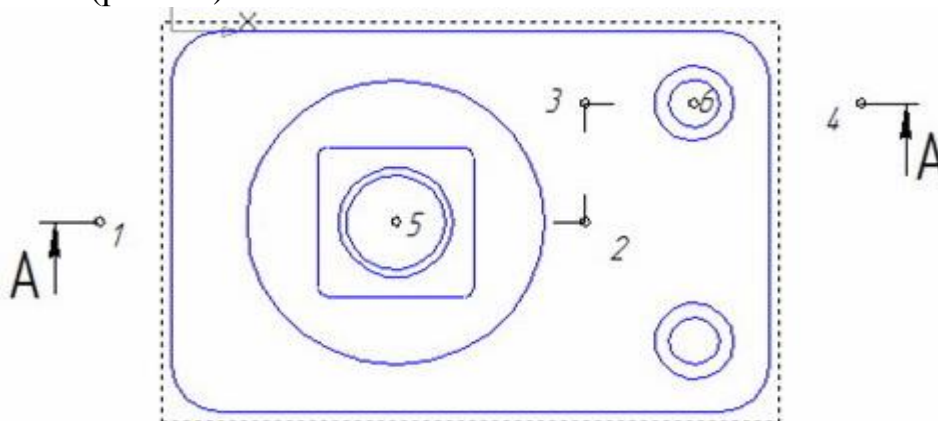

Рис. 50. Начертание линии разреза
4. С помощью привязки Выравнивание указать точки 1, 2, 3 и 4, через которые проходит линия разреза с учетом точек 5 и 6 – это центры окружностей (рис. 50).